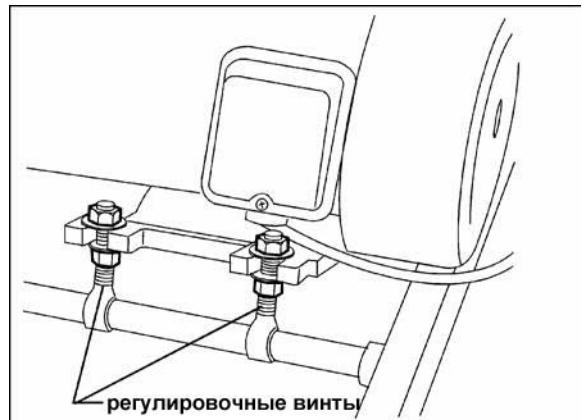

Рис. 12
- При помощи ключа 19 мм ослабьте нижние гайки регулировочных болтов двигателя (Рис. 12).
- Затяните нижние и верхние гайки (Рис. 12).